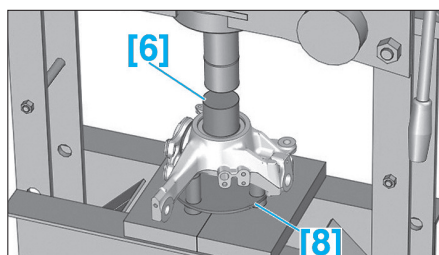

Fig. 36
- Positionner le pivot sur l'outil [8] (Fig.36).